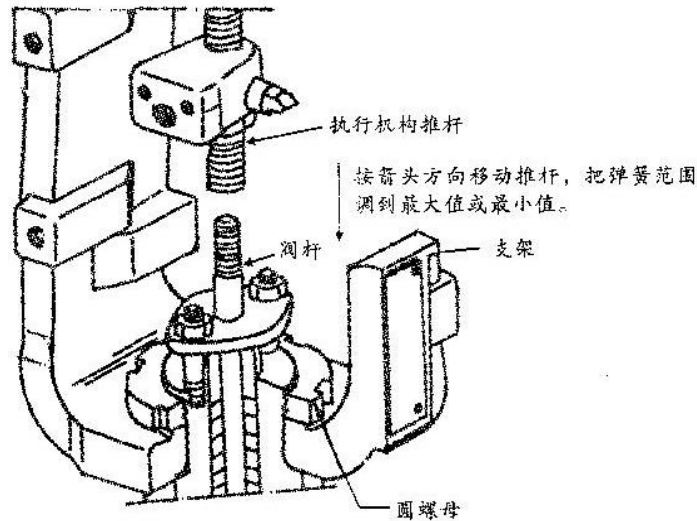

图 11
凡订购 DB30000 系列调节阀均由我公司按订货合同规定的行程、输入信号、作用形式总装调校出厂。只有当工作条件变化，如定位器拆卸重装，调节行程不符合输入信号要求时，不需要调校。调整步骤如下，参见图 11。
- 把推杆对准阀杆，调整阀杆连接部件，再拧紧固定螺母，参见图 11。